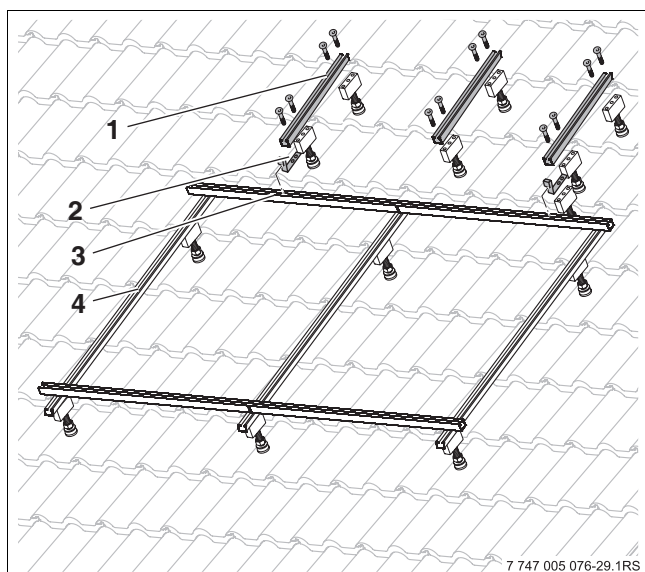

Fig. 51 Fixer les rails profilés-ballon
- Insérer le rail profilé-ballon du milieu (fig. 51, [1]) sur le connecteur TSS du rail profilé-capteur du milieu et visser à l'aide de vis M8x20 et d'écrous M8.
- Visser l'équerre de positionnement (fig. 51, [2]) aux rails profilés-ballon [1] à l'aide d'une vis et d'un écrou.
- Accrocher les deux rails profilés-ballon latéraux (fig. 51, [1]) dans le rail profilé FD/ÜD [3].
- Fixer les rails profilés-ballon (fig. 51, [1]) à l'aide de deux vis par rail à l'écrou-cage.